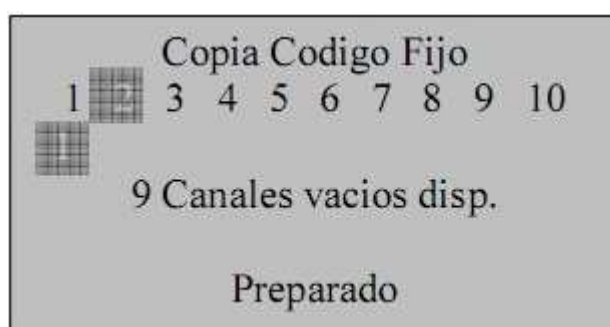

Fig.17
- Colocar o comando original na **“Test Area”**, e pulsar o botão que queremos copiar, até que a HCD900 emita um **“BIP”**, indicando que a leitura foi feita correctamente (fig.17);